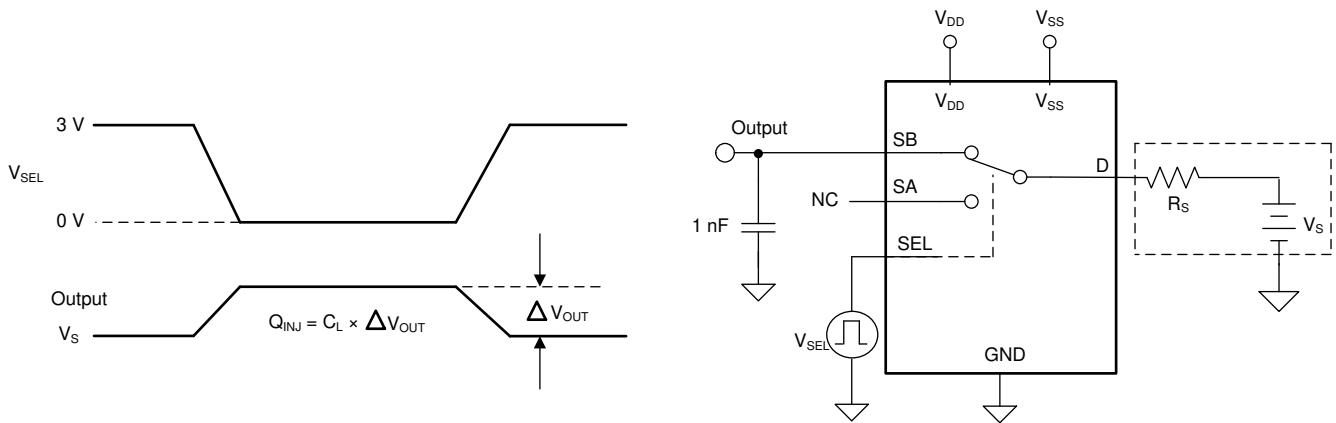

図 6-6. 電荷注入測定時の設定
TMUX6136 には、シンプルな送信ゲートトポロジが採用されています。NMOS トランジスタと PMOS トランジスタの間で容量の不一致がある場合、ゲート信号の立ち下がりエッジまたは立ち上がりエッジにおいて、ドレインまたはソースに電荷が注入されます。デバイスのソースに注入される電荷の量は電荷注入と呼ばれ、 Q_{INJ} という記号で表されます。図 6-6 に、ドレイン (D) からソース (Sx) に向けた電荷注入の測定に使用する設定を示します。